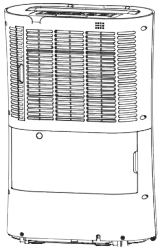

Abb. 3
2. Trennen Sie es von der Stromversorgung ab. Vergewissern Sie sich, dass die hintere Seite des Gerätes gut zugänglich ist (Abb. 3).